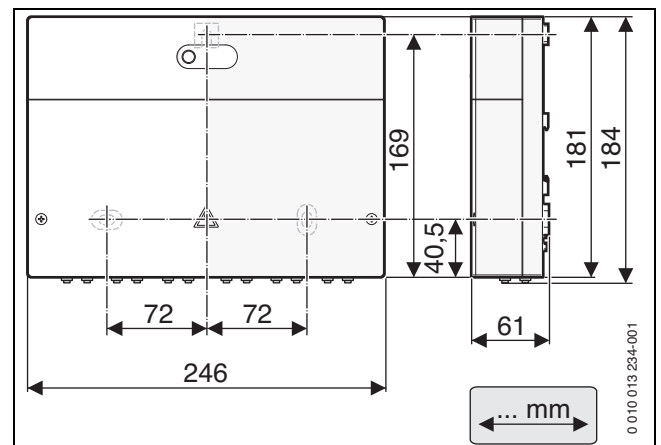
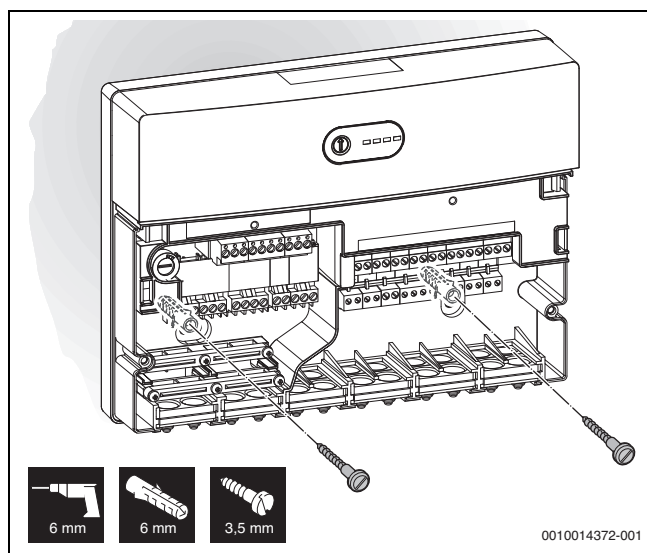
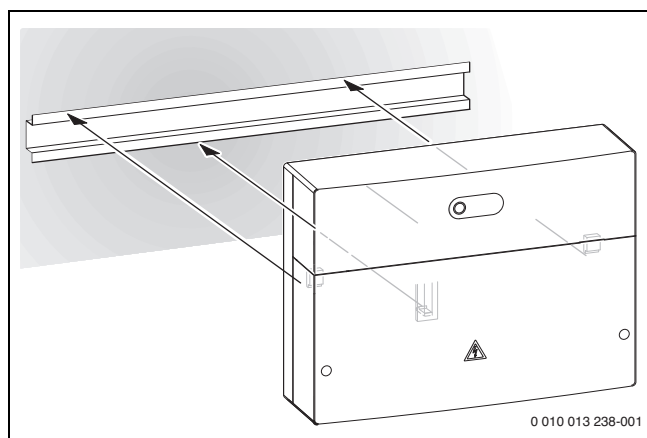

Fig. 12 Dimensioni del modulo elettronico
Fig. 15 Fissaggio del modulo elettronico a parete
Fig. 16 Fissaggio del modulo elettronico su guida profilata
- Installare il modulo a parete (→ fig. 12 – fig. 15), su una guida profilata (→ fig. 16) o in un gruppo di montaggio.